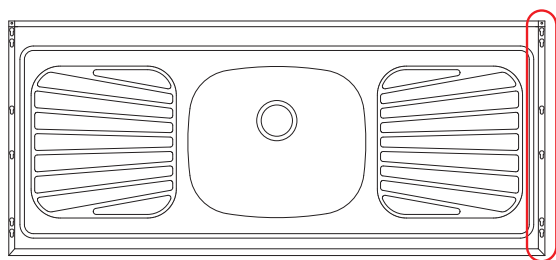

Fig. 1
- Na parte inferior das 2 bordas laterais da pia existem furos que servem para a fixação da mesma sobre o balcão ou móvel (Fig. 1 e 2).